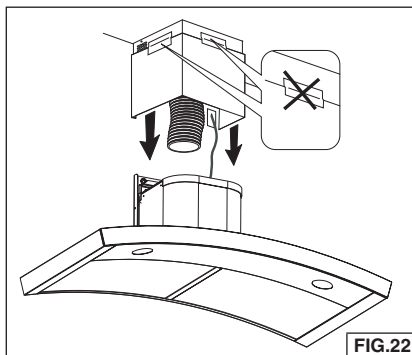

FIG.22
10. Enlevez le ruban des conduits décoratifs et abaissez-le en place sur le hotte. Fig. 22.